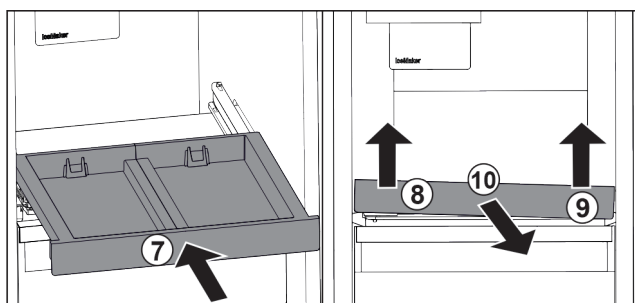

Fig. 120
- ▶ Zasuňte vysouvací přihrádku. Fig. 120 (7)
- ▶ Vysouvací přihrádku vpředu vlevo nadzvedněte. Fig. 120 (8)
- ▶ Vysouvací přihrádku vpředu vpravo nadzvedněte. Fig. 120 (9)
- ▶ Odeberte vysouvací přihrádku směrem dopředu. Fig. 120 (10)